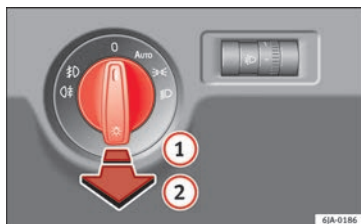

Fig. 134 Cuadro de instrumentos: mando de luces.
– Primero, gire el mando de las luces » fig. 134 hasta la posición **AUTO**, » o ».
– Tire del mando de luces hasta la posición ①.
- Primero, gire el mando de las luces » fig. 134 » pág. 131 hasta la posición **AUTO**, ☞ o ☞.